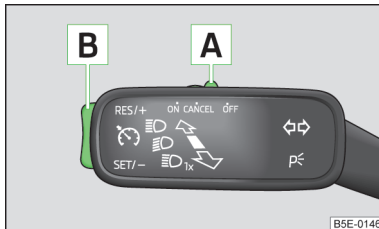

Fig. 135
➤ Apăsați comutatorul **A** » fig. 135 în poziția **ON**.
➤ Apăsați comutatorul **A** » fig. 135 în poziția **OFF**.
- Apăsați butonul basculant **B** în poziția **SET** » fig. 135 la pagina 145.
➤ Apăsați butonul basculant **B** în poziția **RES** » fig. 135 la pagina 145.
Viteza memorată se poate reduce prin apăsarea butonului basculant **B** » fig. 135 la pagina 145 în poziția **SET**.
Sistemul de menținere automată a vitezei de deplasare se **dezactivează temporar** prin apăsarea comutatorului **A** » fig. 135 la pagina 145 în poziția **CANCEL** (anulare), respectiv a pedalei de frână.